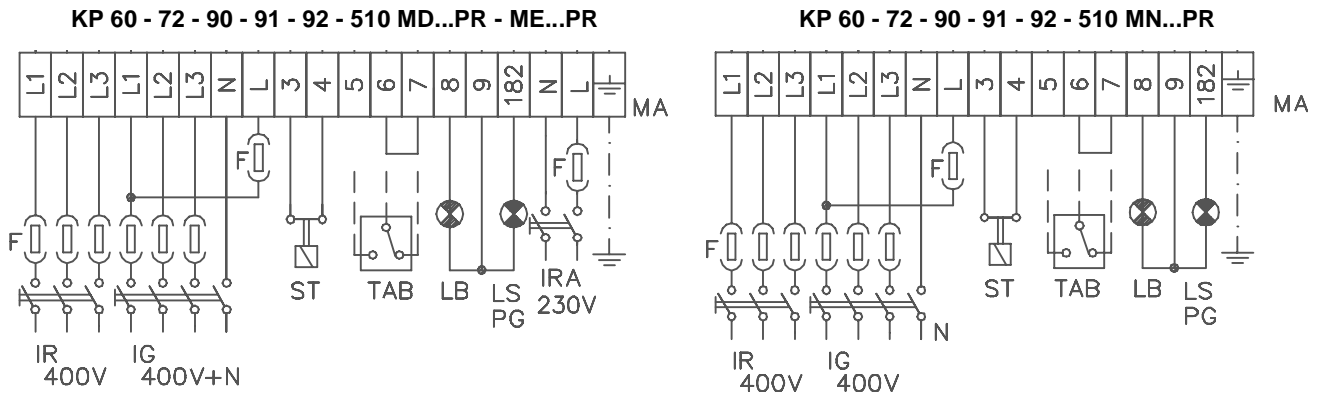

Fig. 11
- Realizar las conexiones eléctricas en la bornera de alimentación siguiendo el esquema mostrado en la Fig. 11, controlar el sentido de rotación del motor (véase nota al final de la página) y volver a montar la tapa del tablero eléctrico.